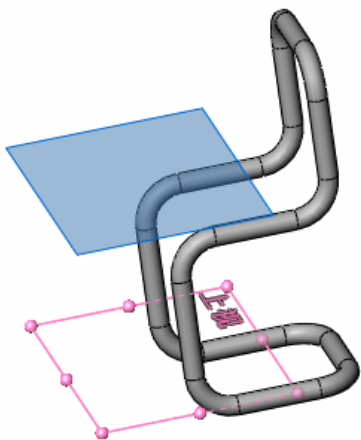

图 7-16 添加的基准面
⑪ 绘制椅垫。添加基准面。在左侧的“FeatureMannger 设计树”中用鼠标选择“上视基准面”，然后单击“参考几何体”工具栏中“基准面”图标，此时系统弹出如图7-15所示的“基准面”对话框。在“等距距离”一栏中输入值95，此时视图如图7-16所示。单击对话框中的“确定”图标.